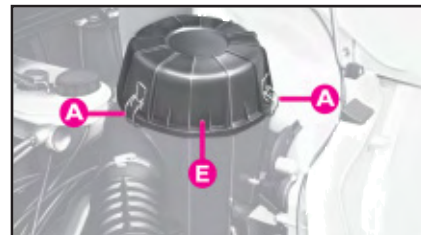

fig. 17
**Fig. 17 en 18:** uitvoering met benzine- en dieselmotor (Turbo).
Haak de veren **A**-fig. 17 los en verwijder deksel **E**.